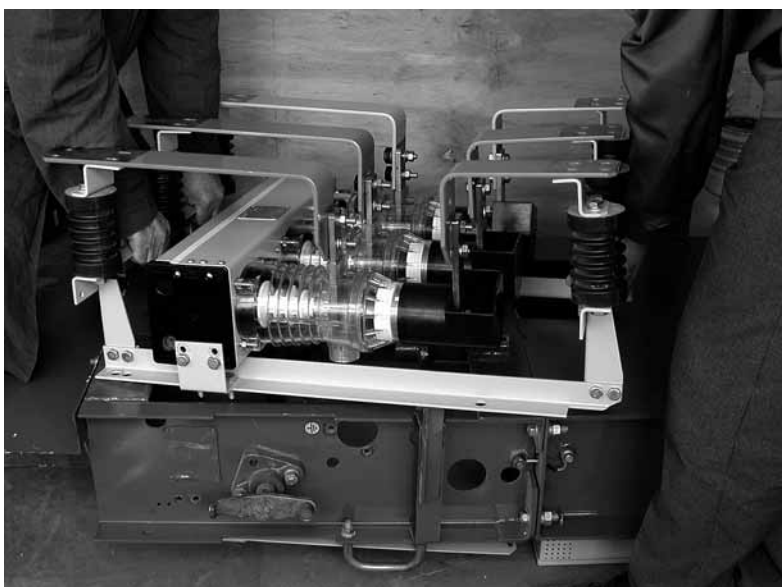

Рисунок 18
- Установить раму с ВВ и ошиновкой на корпус (раму) ВЭ. Предварительно корпус ВЭ положить плоскостью ФЛ на пол. (рис. 18).